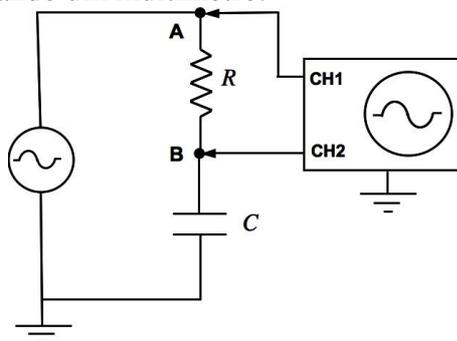

Figura 5: Filtro passa-baixas.
- 1) Monte o circuito da **Figura 5** utilizando um resistor de $1k\Omega$ e o capacitor de $100nF$. Meça o valor de R utilizando um multímetro.